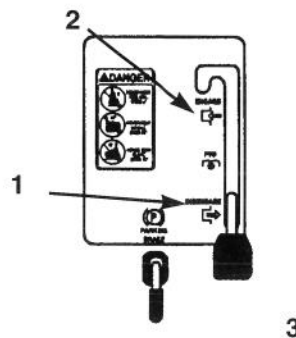

Bild 8
4. Die Mähwerkbedienung (ZWA) auf "AUSGESCHALTET" stellen (Bild 8).